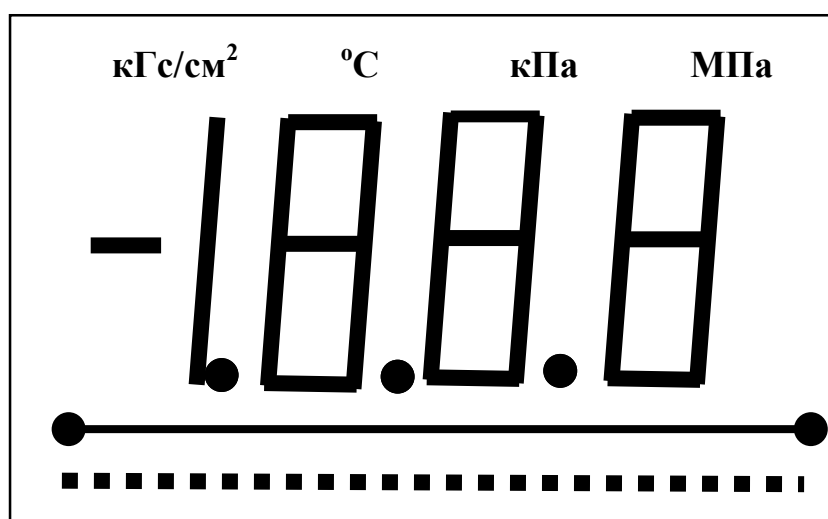

Рисунок 1.
1.2.3 Включите источник питания и убедитесь в наличии засветки всех сегментов индикатора в течении 3 секунд (Рисунок 1) после индикатор переходит к отображению измеряемых величин.
Б.3 Включить источник питания и убедиться в наличие засветки всех сегментов индикатора в течении 3 секунд (Рисунок 1).